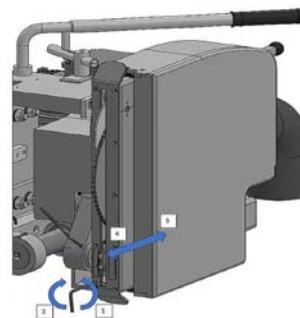

Abb. 33: Einstellen der Vorritzeinrichtung Teil 1
Schritt 2: Die Schraube für die Tiefeneinstellung (Abb.33) des Vorritzers bewegt sich 1 mm, sobald es um eine Umdrehung gedreht wird.